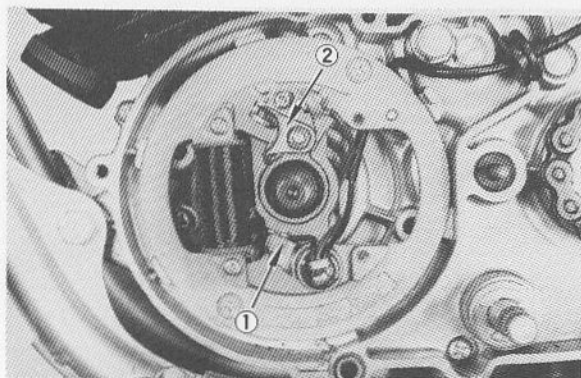

Fig. 2-7-1
1. Apply a few drops of light-weight machine oil or distributor lubricant to the point cam lubricator. (Fig. 2-7-1)
1. Appliquer quelques gouttes d'huile machine légère ou de lubrifiant à distributeur au lubrificateur à came. (Fig. 2-7-1)